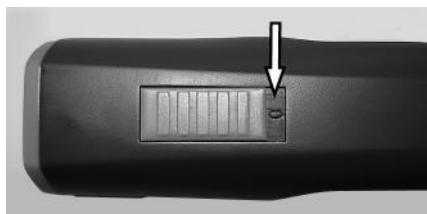

Рис.4 Выключатель в выключенном положении («0»)
2. Убедиться, что выключатель находится в выключенном состоянии («0») (рис. 4).
- Установить выключатель в позицию «0» (рис. 4).
- Нажать на фиксатор батареи (2) с двух сторон и вытащить батарею (1) из машинки.
1. Установить выключатель в позицию «0» (рис. 4).